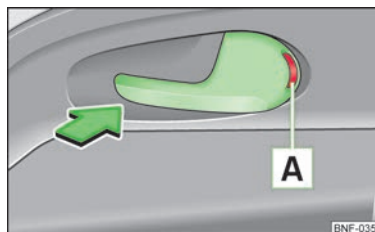

Fig. 12
- Apăsați mânerul portierei în sensul săgeții, în așa fel încât marcajul roșu **A** » fig. 12 să devină vizibil.
- Deschideți portiera prin tragerea o dată de mânerul portierei, în sens opus săgeții » fig. 12.